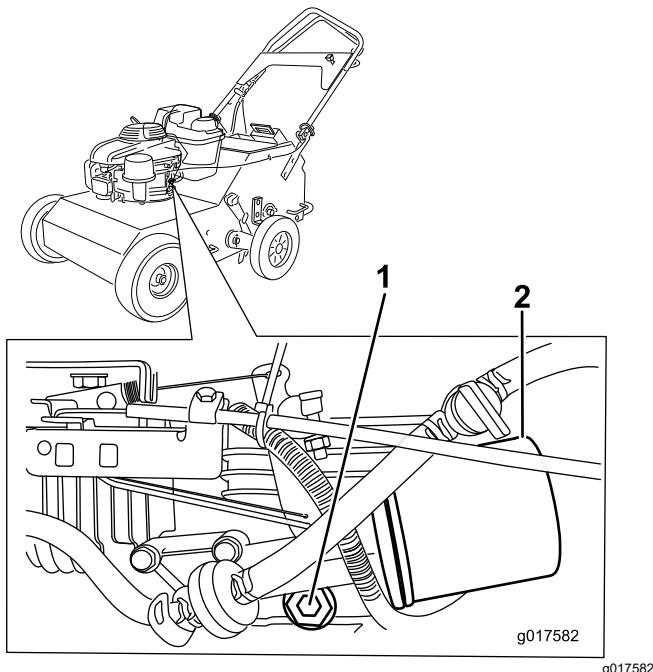

Bild 21
- Entfernen Sie die Ablassschraube (Bild 21) und kippen Sie die Maschine so, dass das Öl in die Auffangwanne läuft.
- Legen Sie einen Lappen unter den Ölfilter (Bild 21), um das Öl aufzufangen, das ggf. beim Entfernen des Filters ausläuft.